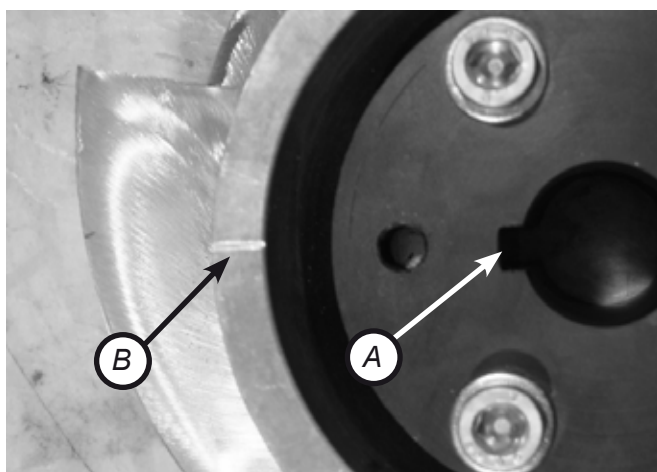

Рис. 3.3-2
Место клиновидного паза (A) на монтажном конусе обозначено на импеллере линией. Установите конус так, чтобы клиновидный паз выровнялся с линией, как это показано на рис. 3.3-2.